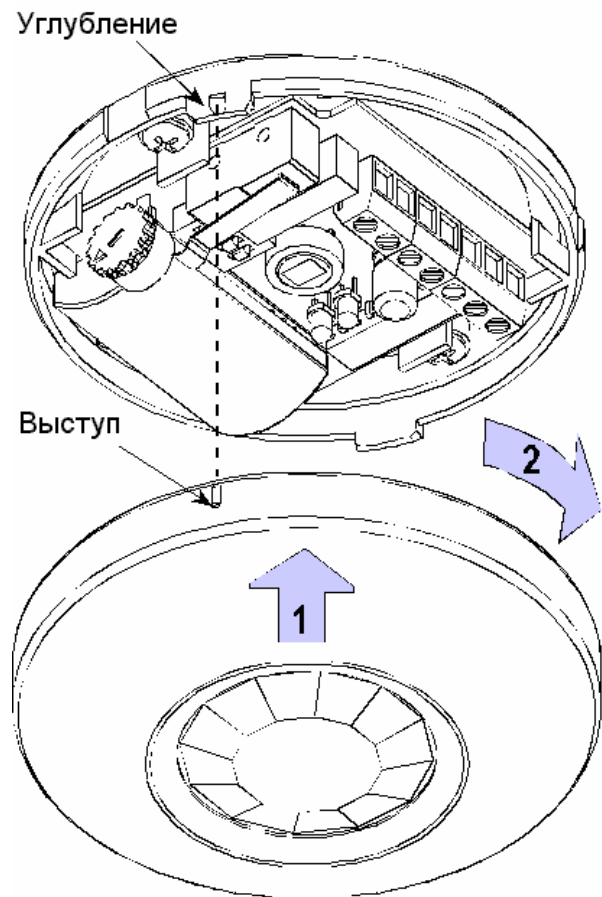

Рисунок 6. Установка крышки
C. Установите на место переднюю крышку: расположите уступ на крышке напротив одного из двух углублений на окружности основания (Рис. 6). Установите крышку на основание и поверните ее по часовой стрелке до упора.